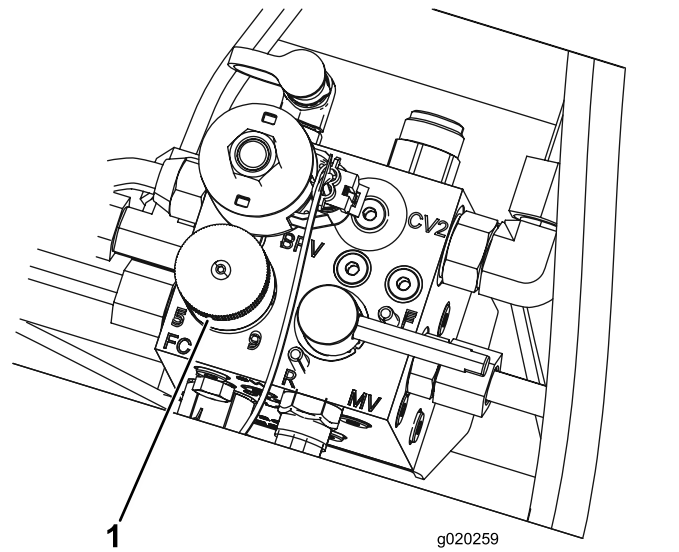

Figura 43
5. Gire el mando (Figura 43) del colector de la segadora hasta que la flecha del indicador esté alineada con el número de la velocidad de los molinetes que determinó en el paso 3.